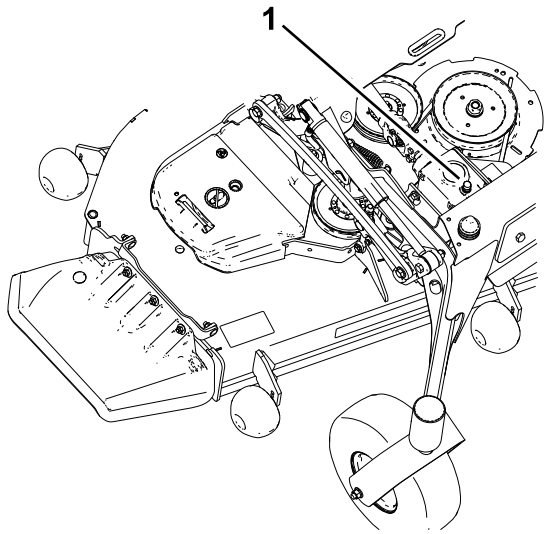

Figure 51
5. Retirez le bouchon de remplissage-jauge au sommet du boîtier d'engrenages et vérifiez que le niveau de lubrifiant se situe entre les repères sur la jauge (Figure 51